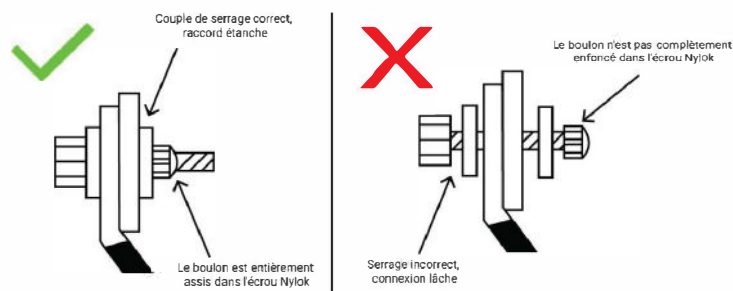

Figure 2 : Connexions correctes et incorrectes des terminaux
4. Lors de la connexion aux bornes de votre batterie, **NE SERREZ PAS** à la main. Utilisez une clé dynamométrique pour serrer votre matériel selon les spécifications indiquant entre 9 et 11 ft-lbs (pieds-livres). Si les connexions ne sont pas correctement fixées, d'importants dommages peuvent survenir et votre garantie peut être caduque. La figure 2 ci-dessous illustre les connexions correctes et incorrectes.